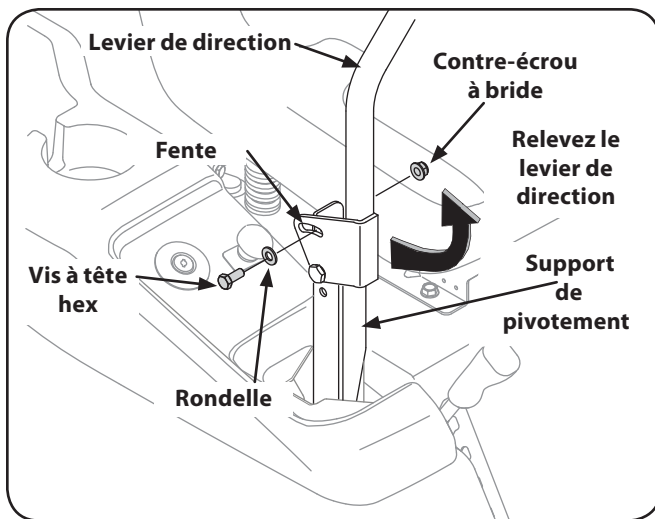

Figure 3-7
2. Redressez le levier de conduite jusqu'à ce que la fente du support soit alignée avec l'un des trous du support de pivotement. Voir la Figure 3-7.
3. Glissez la rondelle plate sur la vis à tête hex. De l'extérieur, enfoncez la vis à tête hex. dans la fente du levier de direction et dans le trou du support de pivotement. Maintenez-les en place avec le contre-écrou à bride. Voir la Figure 3-7.